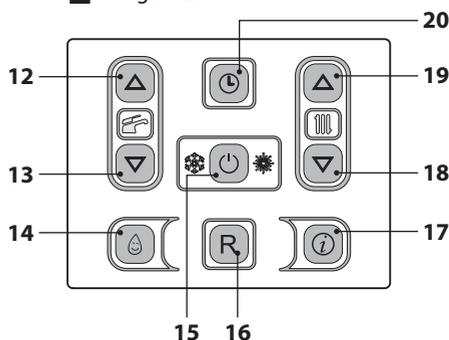

Figura 2.7
- Mantenga pulsado durante 2 segundos el botón 15 hasta que aparezca en el display el símbolo . Figura 2.7.
La temperatura del agua caliente de impulsión de la calefacción puede regularse mediante los botones 18 (reducción) y 19 (aumento) (Figura 2.7) entre un mínimo de aproximadamente 25°C y un máximo de aproximadamente 80°C. La primera vez que se pulsa uno de los dos botones se
De todas formas, si la temperatura ambiente no resultase confortable, se puede aumentar o reducir la temperatura de impulsión de la instalación de calefacción en  $\pm 15^\circ\text{C}$  usando los botones 18 (reducción) y 19 (aumento) (Figura 2.7).